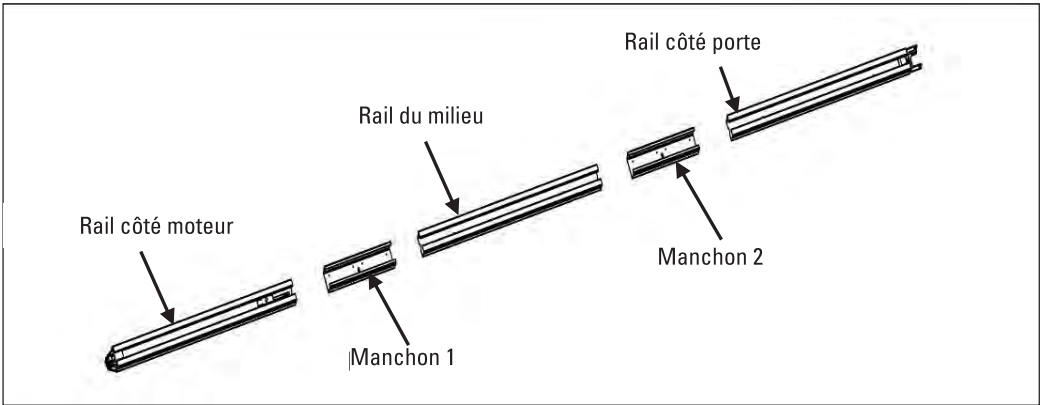

Fig.8
2. Comme dans la Fig.8, glisser le 2^e manchon à l'autre extrémité du rail du milieu, et glisser le rail dans le 2^e manchon ;